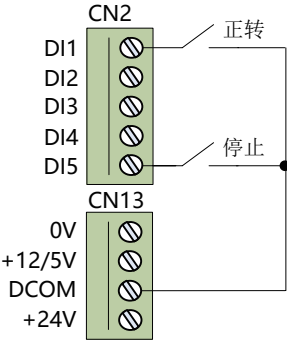

图 5-2 端子状态模式（正转）
- 当参数 n0.09 命令源选择设置为 1 时，为端子状态模式，正反转启动信号由一个数字输入端给出，如设置 DI1 为正转（n7.00=1），接线方法如图 5-2 所示。